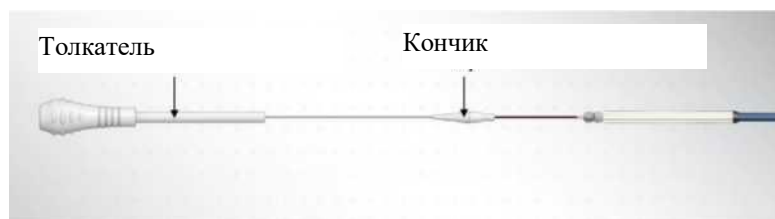

Рисунок 9. Введение толкателя в наконечник системы доставки
- 2) Извлечь стилет, вставленный в наконечник, и вставить толкатель (рис. 9).